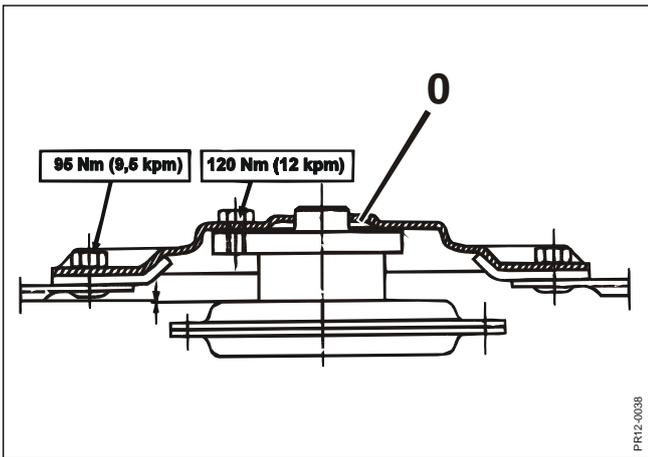

Fig. 5-15
- Fig. 5-15** Sorge tragen, daß die Spannung der Bolzen folgendermaßen ist: